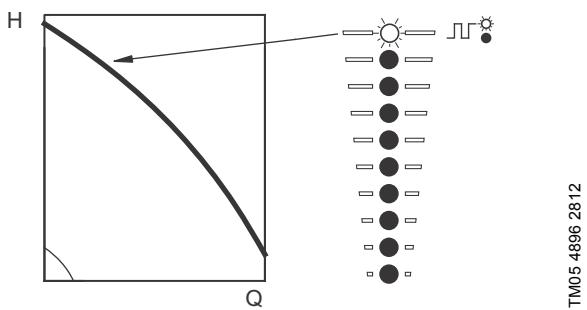

Рис. 18 Эксплуатация при максимальной характеристике
**Пример:** Насос настроен на максимальную характеристику. На рис. 18 показано, что верхнее световое поле мигает, отображая максимальную характеристику.